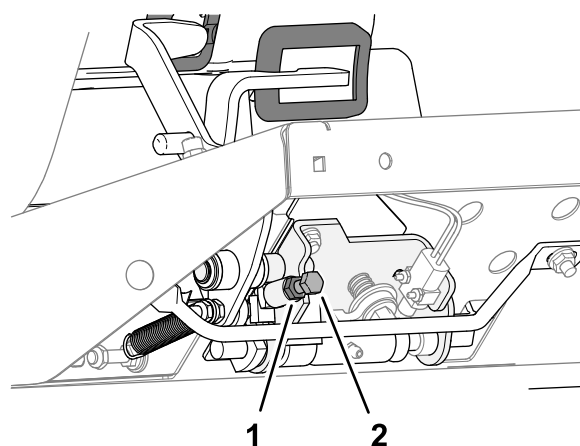

Рисунок 80
- Для уменьшения скорости скашивания поверните упорный винт ограничения скорости (Рисунок 80) по часовой стрелке.